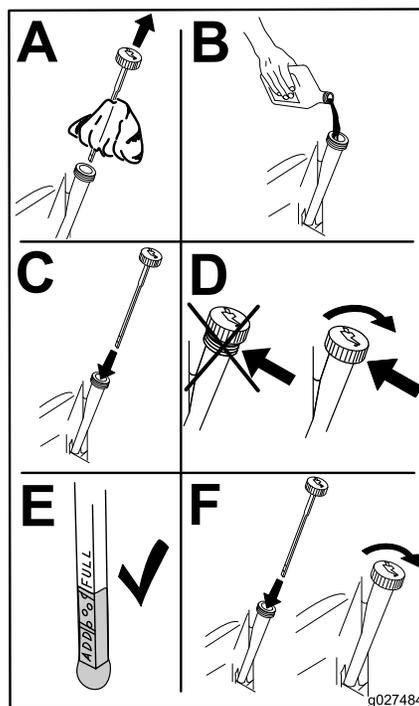

図 33
6. 所定量の 80% 程度のオイルをゆっくり入れ、そこから、残りの量を注意深く足してFULLマークまで入れる 図 33。